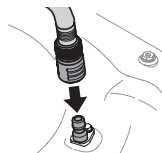

Figure 40
3. Branchez le tuyau d'arrosage et l'embout au gicleur sur le plateau de coupe (Figure 40).